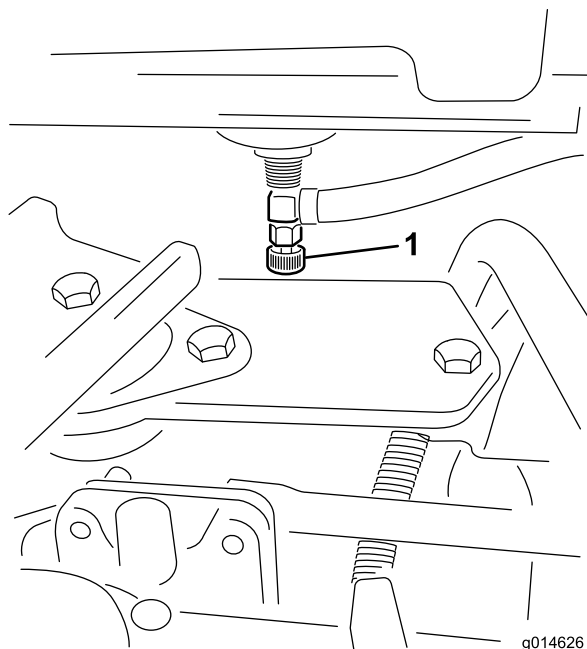

Figura 49
1. Feche a válvula de corte de combustível (Figura 49) por baixo do depósito de combustível.